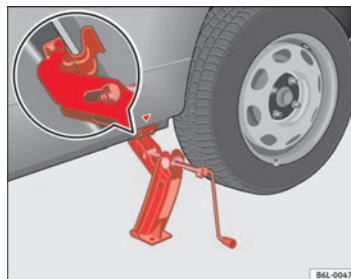

Abb. 130 Wagenheber anbringen
- Richten Sie den Wagenheber so aus, dass seine Klaue den Steg des Unterholms umfasst und die bewegliche Grundplatte plan auf dem Boden aufliegt ⇒ Seite 223, Abb. 130.